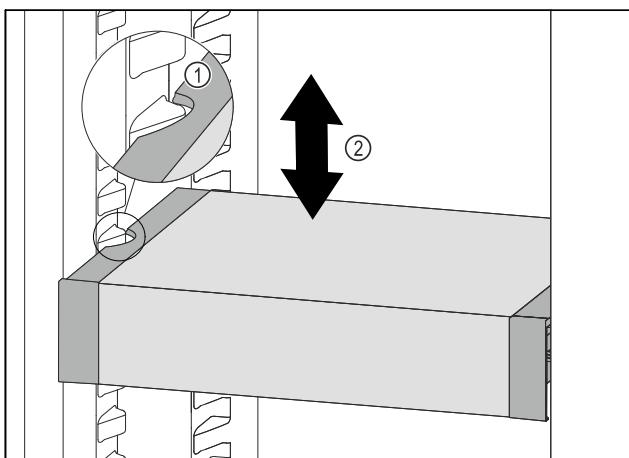

Fig. 137
- Тяните VarioSafe вперед, пока боковые выемки VarioSafe не окажутся на высоте выступа резервуара в холодильном отделении. Fig. 137 (1)
- Двигайте VarioSafe в холодильном отделении вверх или вниз, пока не будет достигнута требуемая высота. Fig. 137 (2)